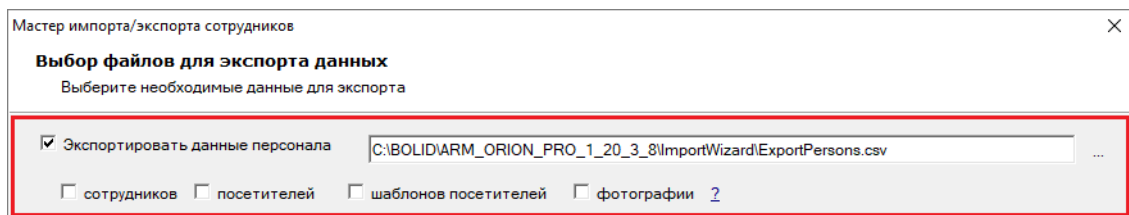

Рисунок 15-30 Выбор экспорта данных персонала
- **Экспортировать данные персонала** – установите флаг напротив этого параметра, чтобы выбрать для экспорта из БД данные персонала. После установки флага (см. Рисунок 15-30) станет доступно поле для определения адреса файла, в который будет осуществляться экспорт данных (по умолчанию – файл «ExportPersons.csv» в папке «ImportWizard», расположенной в каталоге с установленным АРМ «Орион Про»), а также появятся варианты уточненных видов объектов для экспорта: